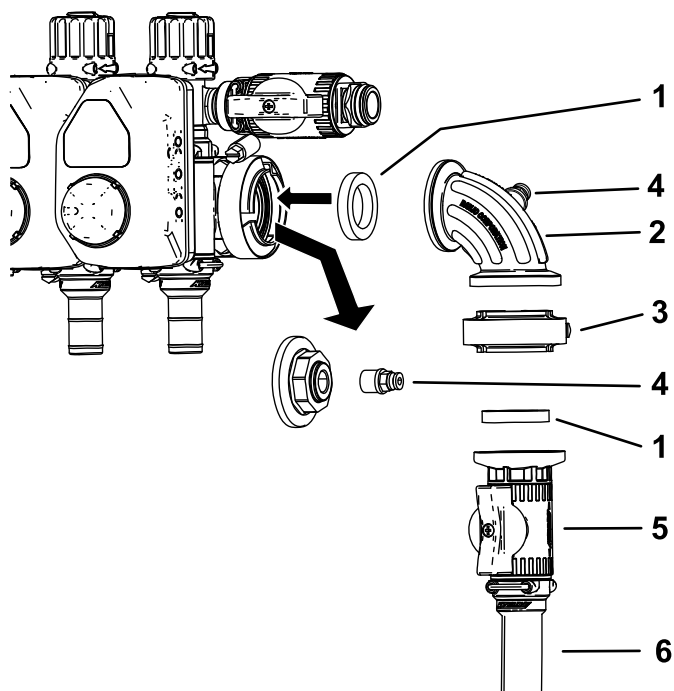

图 23
11. 从压力表的端口处拆下软管盖和连接器图 23。
12. 垂直安装控制阀总成如图 23 中所示。
13. 将连接器装入 90°接头上的开口端图 23。